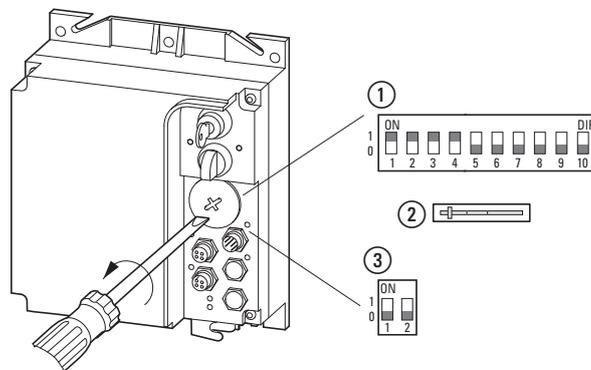

Figure 83 :Codeur DIP sous la vis de fermeture
rouge	Signalisation de défaut : Un défaut a été détecté et reste présent. <ul style="list-style-type: none"> <li>Surcharge moteur (surintensité)               <ul style="list-style-type: none"> <li>→ Vérifier moteur et unité d'entraînement (remise à zéro avec moteur refroidi)</li> <li>→ Court-circuit dans le câble moteur</li> <li>→ Vérifier le codeur DIP (pôles 1 à 4)</li> </ul> </li> <li>Surveillance thermistances/câble               <ul style="list-style-type: none"> <li>→ Vérifier moteur et unité d'entraînement (remise à zéro avec moteur refroidi)</li> <li>→ Pas de câble moteur raccordé (prise départ moteur)</li> <li>→ Pontage T1/T2 dans le bornier moteur absent dans les moteurs avec sonde thermique</li> <li>→ Cavalier ② non fermé, figure 83, Page 103) avec câble moteur non branché (→ uniquement pour entretien)</li> </ul> </li> <li>Codeur DIP (sous la vis de fermeture) avec positions réglées non valides (→ Page 104)</li> <li>Surcharge/court-circuit aux entrées capteur I3/I4 ou à la sortie actionneur O3</li> <li>Descente en dessous du seuil inférieur de courant (→ Page 107)</li> </ul> Dans le cas d'un défaut survenu brièvement ou éliminé, cette LED clignote jusqu'à l'ordre de → Page 107 remise à zéro (commutateur à clé)
Pour cela, le codeur DIP gauche de la partie ③ de la → Figure 83, page 103 doit être sur ON.